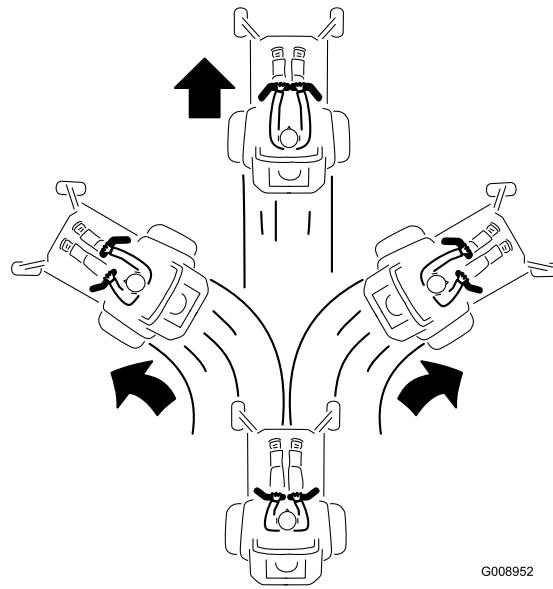

Bild 27
2. Drücken Sie die Fahrantriebshebel langsam nach vorne, um vorwärtzufahren (Bild 27).